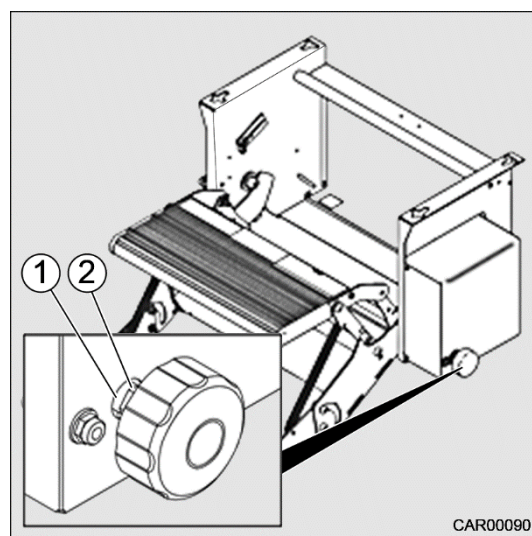

Fig. 219 Déverrouillage de secours
1. Visser l'écrou hexagonal (Fig. 219/2) contre l'écarteur (Fig. 219/1) jusqu'à ce que la marche bloquée soit déverrouillée.